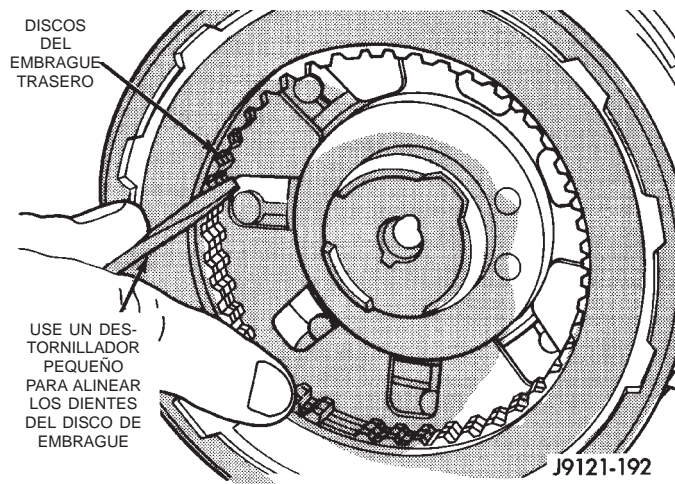

Fig. 102 Alineación de las orejetas del disco de embrague trasero
- (29) Alinee los dientes impulsores en los discos de embrague traseros con un destornillador pequeño (Fig. 102). Esto facilitará la instalación en el planetario delantero.